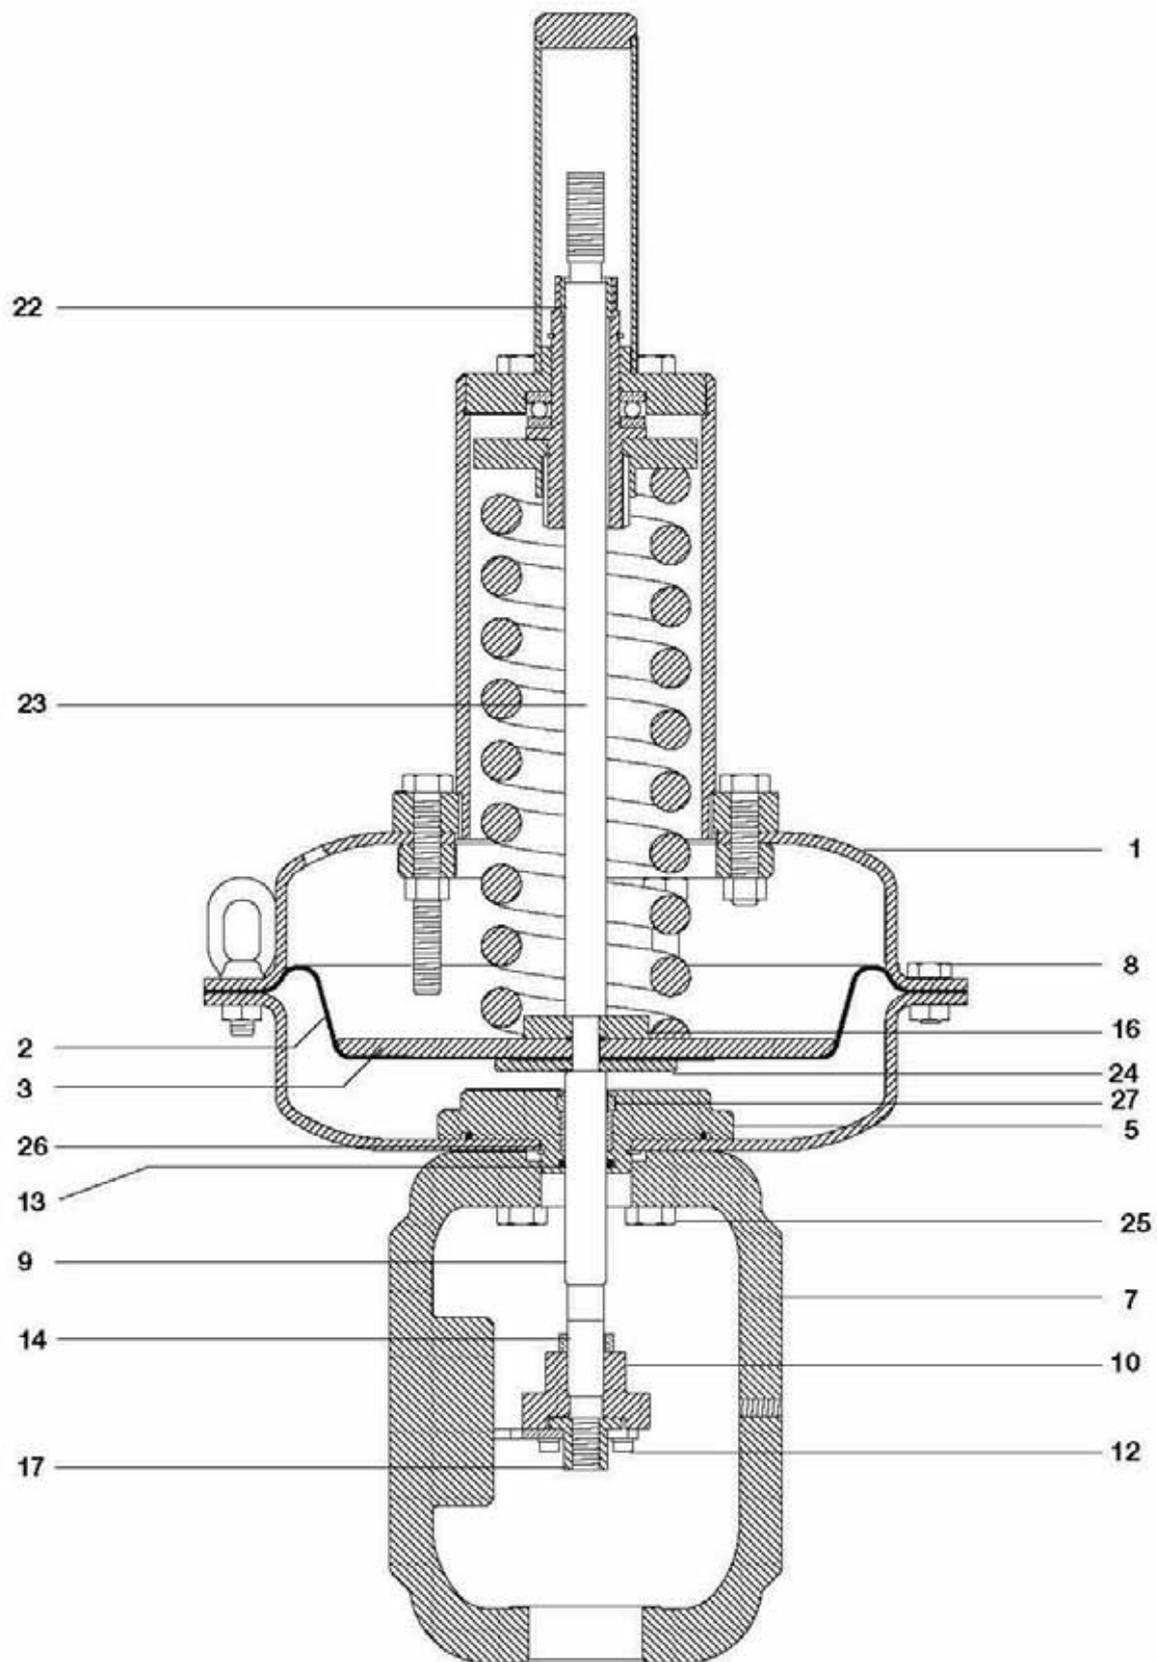

Fig. 9 Séries PN1300 à PN1600
- Dévisser simultanément les vis de couvercle (31).
- Dévisser et retirer les vis de connecteur (12) et enlever la plaque anti-rotation (11).
- Dévisser et retirer l'écrou de montage d'arcade (20) et enlever le servomoteur de la vanne.
5.3 Séries PN1000 (Voir Fig. 9) :